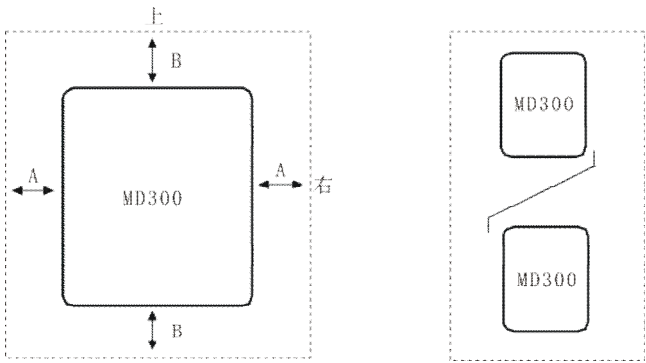

图 3-1 变频器安装位置示意图
- 1) 请垂直安装变频器，便于热量向上散发。但不能倒置。若柜内有较多变频器时，最好是并排安装。在需要上下安装的场合，请参考图 3-1 的示意，安装隔热导流板。
- 2) 安装空间遵照图3-1所示，保证变频器的散热空间。但布置时请考虑柜内其它器件的散热情况。